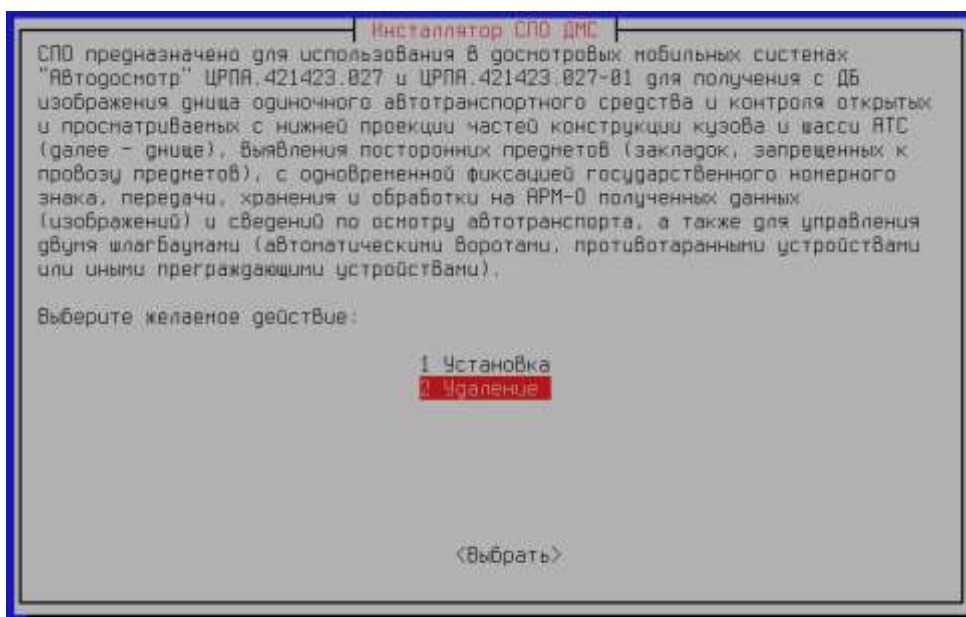

Рисунок 31 — Окно начала удаления СПО «Автодосмотр»
3) Далее запускается окно установки/удаления. Необходимо выбрать действие «Удаление» (Рисунок 31):